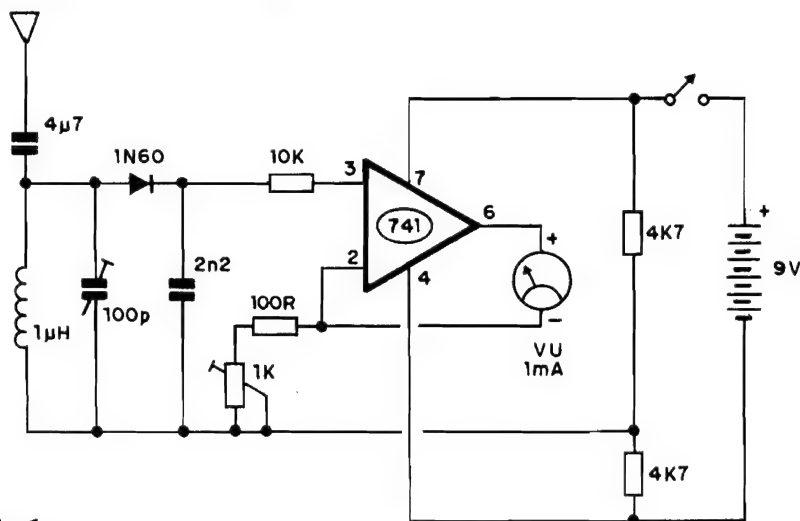

Fig.1
- FIG. 1 - O CIRCUITO - Absoluta simplicidade, para manter a quantidade de componentes e a complexidade num mínimo absoluto, além de conter o custo dentro de faixa aceitável... Essa é a principal marca do circuito, porém sem perda das desejadas sensibilidade, praticidade e validade... Um "toquinho" de antena (15 a 25 cm.) recebe os sinais emitidos pela estação de PX e os envia (através do capacitor de 4p7) a um arranjo sintonizável L-C (bobina/trimmer) parametrado para abranger toda a "região" pretendida de Frequências... Facilitando bem as coisas para o Leitor/Hobbysta/"pexiszeiro", a bobininha nem precisará ser "feita em casa", já que trata-se de um micro-choque comercial, de 1 uH, encontrável em qualquer loja de componentes a preço "maneiro"... Quanto ao capacitor variável, não passa de um trimmerzinho cilíndrico (tipo "Dau"), também de baixo custo e fácil aquisição. O diodo de germânio 1N60 (outro, de germânio, também poderá ser usado, sem problemas...) retifica e demodula o sinal e, após a passagem pelo filtro oferecido pelo capacitor de 2n2, injeta o resultado na Entrada Não Inversora de um sensível Amplificador Operacional 741 (Integrado "manjadíssimo", também de baixo custo e fácil de encontrar), via resistor de 10K... A Saída do Operacional (pino 6) é aplicada diretamente ao galvanômetro (miliamperímetro ou V.U com fundo de escala recomendado em 1 mA...) e retorna ao "terra" do circuito (juntamente com a Entrada Inversora, pino 2 do 741), através do arranjo resistivo formado pelos componentes de 100R (fixo) e 1K (ajustável - trim-pot...), os quais (pelo ajuste do trim-pot...) podem determinar o ganho geral do bloco... Notar que - como o 741 precisa de uma fonte split (simétrica) para perfeito desempenho nesse arranjo, a Tensão geral de alimentação, 9V, proveniente da bateria, é convenientemente "fatiada" em duas metades, através do totem de resistores de 4K7, de modo a oferecer um "terra virtual", com nível de Tensão correspondente à metade dos 9V originais... Nada mais precisa ser dito, e nada mais precisa ser perguntado (parece linguagem de taquígrafo de Tribunal...). Os valores dos componentes já foram previamente computados de modo que em seus ajustes médios ("meio giro") tanto o trimmer quanto o trim-pot já posicionam o circuito do MSPX para abranger também as condições médias de utilização... Obviamente que alguns "retoques" nesses ajustes, ajudarão a